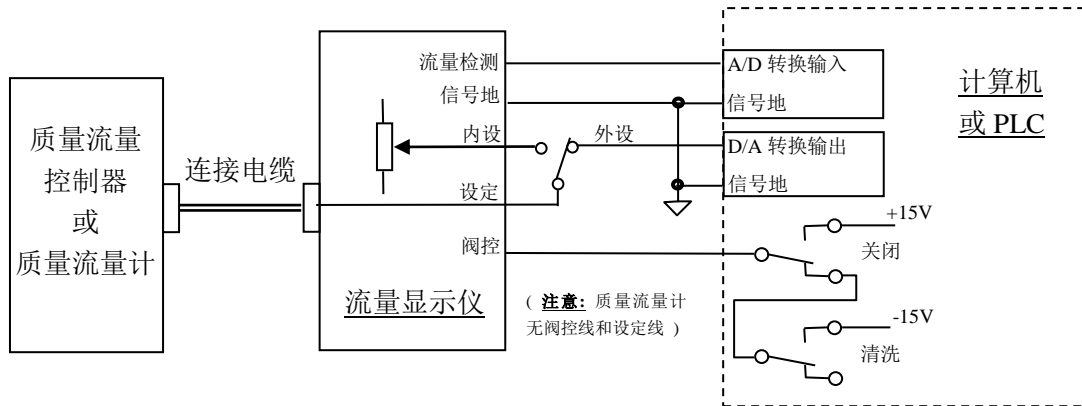

图 11. 通过流量显示仪与计算机的连接
a. 通过流量显示仪与计算机(或其它外部信号)的连接方法, 见图 11。
参照图 1 和图 11，先将显示仪上的设定开关打到“外设”位，将阀控开关键置于“阀控”位，再启动计算机程序进行工作。